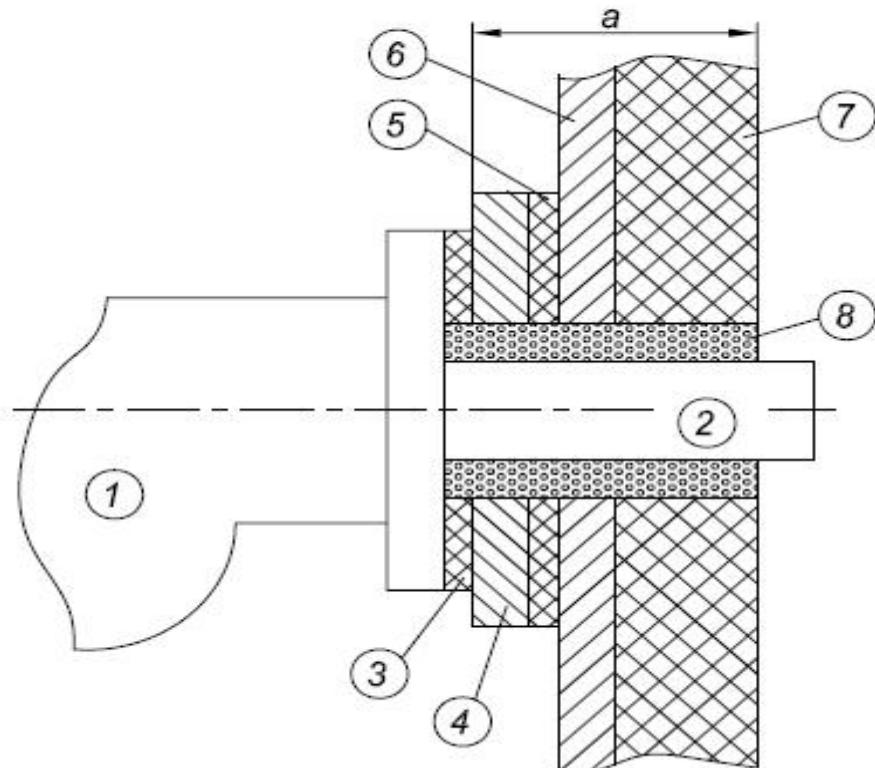

Рис.4
*Проверить, чтобы зазоры между тубусом горелки и дверцей были плотно заполнены теплоизоляционным материалом (Рис.4) на всем протяжении размера «*a*». Теплоизоляционный материал входит в стандартный комплект поставки котла.*